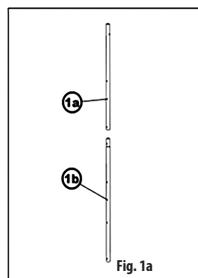
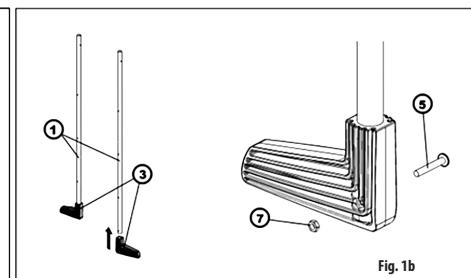

Fig. 1a
Fig. 1b
Нижние угольники (3) надвиньте на правильный конец (в соответствии с отверстиями) трубок ножек (1). Закрепите соответствующими болтами (5) и гайками (7) (Рис. 1b). У составной бассейновой лестницы длиной 1,20 м надо попарно составить верхние (1a) и нижние (1b) части ножек (Рис. 1a).
I piedini a L in plastica (3) devono essere applicati sulle estremità dei montanti tubolari (1), a seconda dei rispettivi fori. Fissare i piedini a L utilizzando le viti (5) e i dadi (7) (**Fig. 1b**). Per quanto concerne la scaletta componibile per piscine di 1,20 m, unire la parte superiore (1a) e quella inferiore (1b) (**Fig. 1a**).